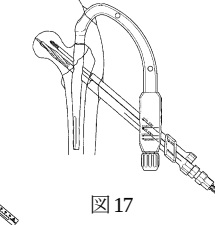

図17
- ステップリーマーのストッパーを計測長より 10mm マイナスした位置に合わせ、グリップハンドルを後端に接続し、リーミングを行います。（図17）